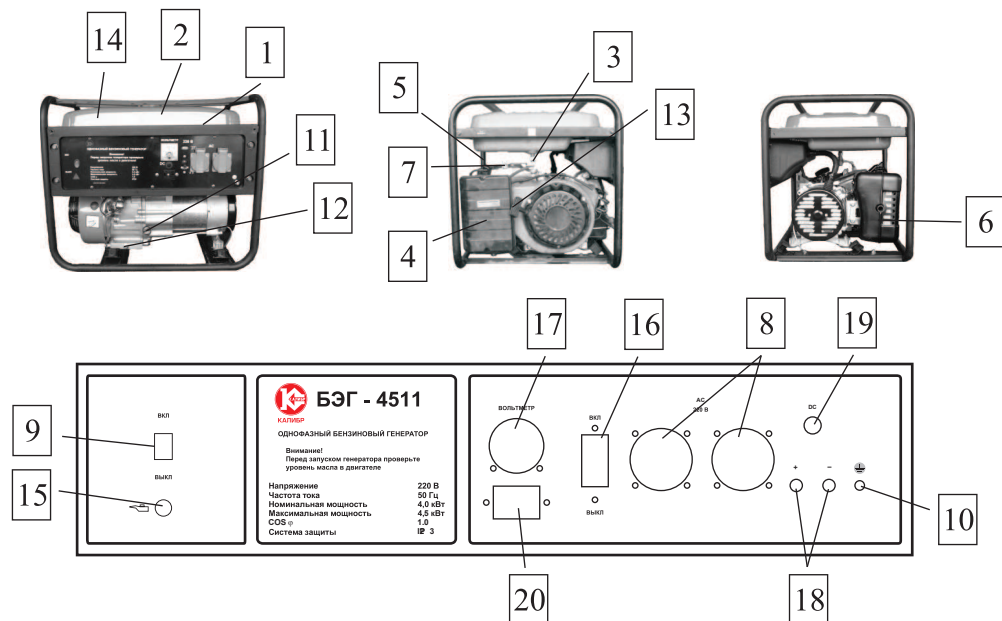

рис. 1
Общий вид генератора схематично представлен на рис. 1
6.2.1 Вывинтить щуп **11** (рис. 1) и залить в картер масло соответствующего типа до нижнего края горловины. Вставить сухой чистый щуп в горловину картера и вынуть его. Проверить уровень масла: граница смоченной области щупа должна располагаться между отметками минимального и максимального уровней.
6.3 Заземление корпуса генератора. При установке генератора следует подключить к резьбовой клемме **10** (рис. 1) проводник заземляющего устройства, удовлетворяющего требованиям раздела “Обеспечение требований безопасности”.
6.5.1 Отключить всех потребителей переменного тока генератора, переведя автоматический выключатель **16** (рис. 1) в отключённое положение, отсоединить потребителей постоянного тока от розетки **18** (рис. 1).
6.5.2 Открыть топливный кран **3** (рис. 1).
6.5.3 Перевести рычаг управления воздушной заслонкой **7** (рис. 1) в крайнее левой положение при пуске холодного двигателя и в промежуточное при пуске прогретого двигателя.
6.5.4 Перевести выключатель зажигания **9** (рис. 1) в отключённое поло-